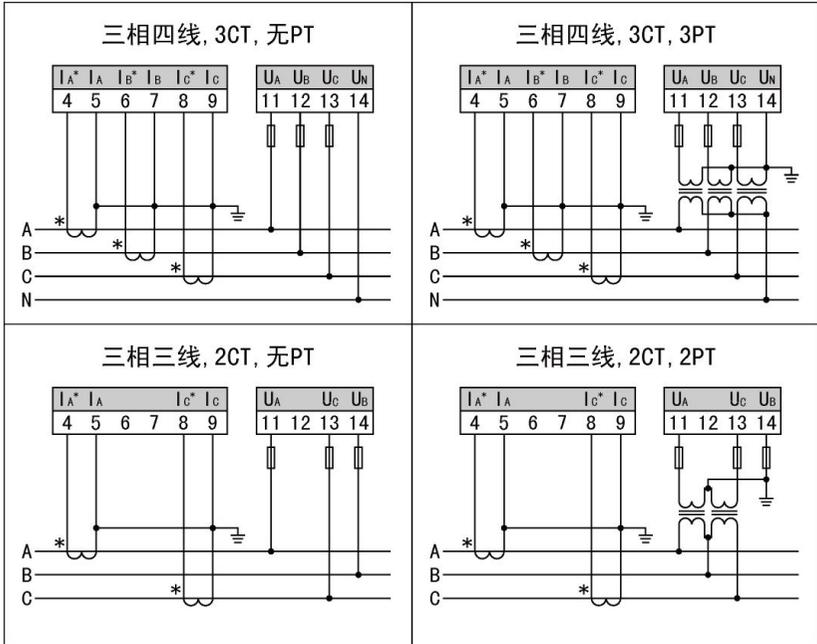

图 3-4 接线图
- 3) 三相三线信号输入接法：在三相三线网络中 B 相电流不需连接， U_B 接 14 号端子，其具体接线请参考图 3.4 接线图。